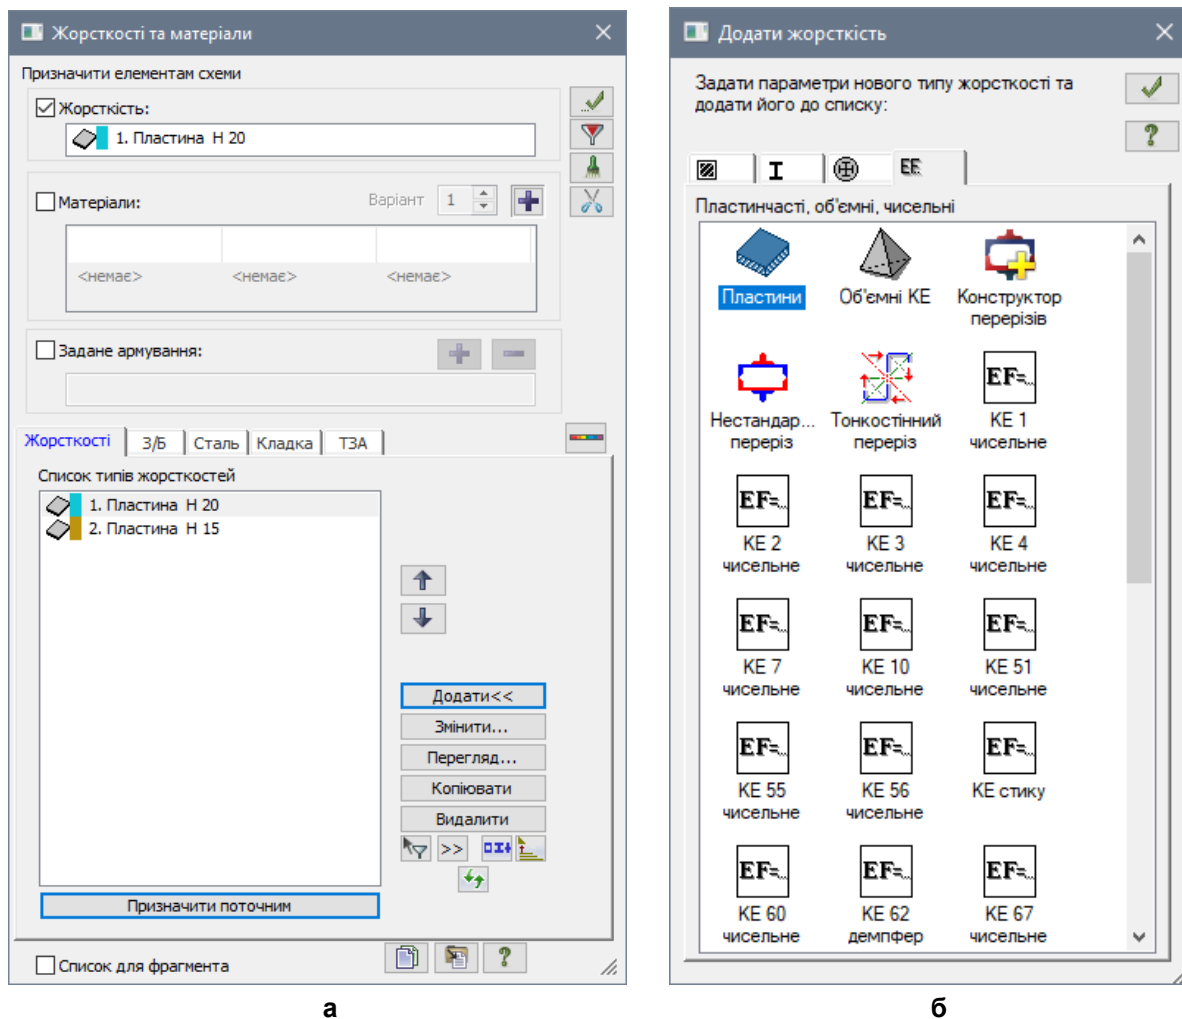

Рис. 6.8. Діалогові вікна а – Жорсткості та матеріали, б – Додати жорсткість
- Натиснувши на кнопку  – **Жорсткості та матеріали елементів** (панель **Жорсткості та в'язі** на вкладці **Створення та редагування**) відкрийте діалогове вікно **Жорсткості та матеріали** (рис. 6.8,а).
- В цьому вікні натисніть на кнопку **Додати** та в діалоговому вікні **Додати жорсткість** (бібліотеці характеристик жорсткості) виберіть четверту закладку чисельного опису жорсткості (рис. 6.8,б).